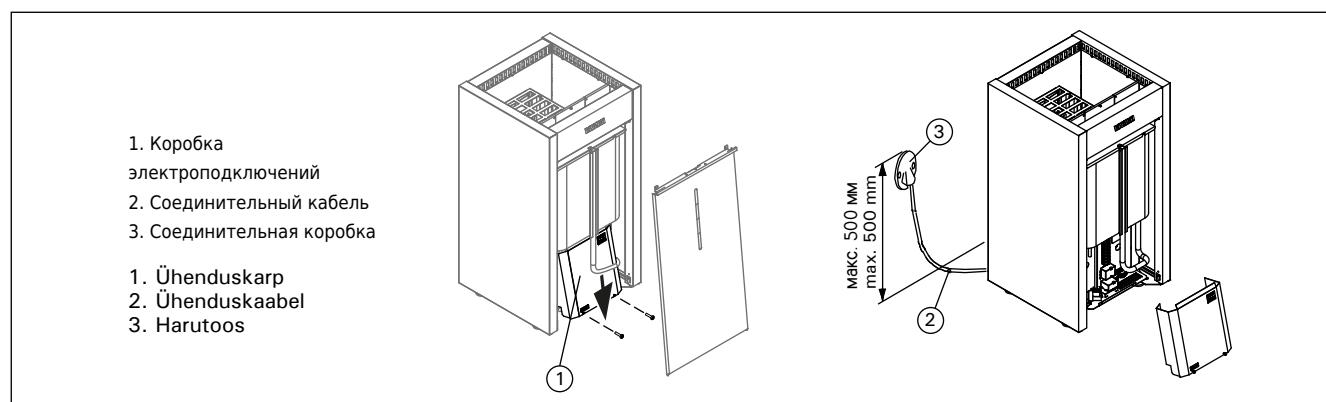

Рисунок 9. Установка каменки
- Каменка гибким проводом подсоединяется к соединительной коробке (рис. 9: 3) на стене сауны. Соединительная коробка должна быть брызгозащищенной и находиться на расстоянии не выше 500 мм от пола.
- В качестве кабеля (рис. 9: 2) следует использовать резиновый кабель типа H07RN-F или подобный.
См. рис. 9.